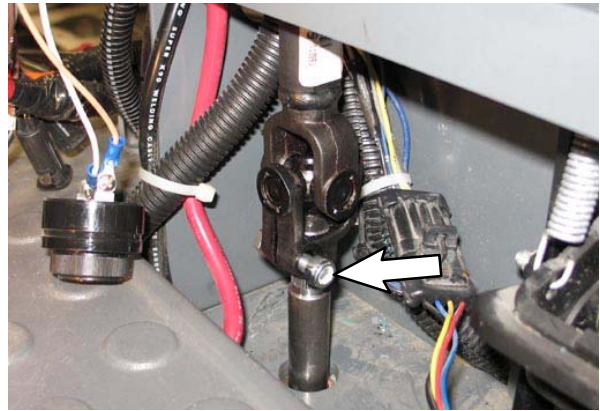

FIG. 63
26. Serrare l'hardware per fissare l'albero dello sterzo (1) alla parte inferiore dell'albero dello sterzo. (Fig. 63)